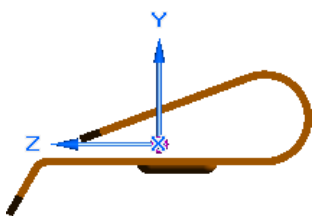
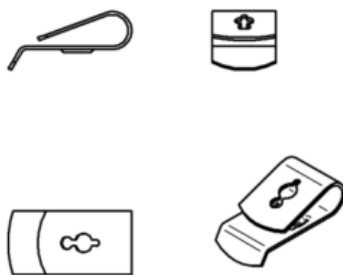

图 6.3.8 定义视图方位
图 6.3.9 创建基本视图
(1) 单击 **图纸视图** 区域的“视图向导”按钮 ，系统弹出“选择模型”对话框。在 **查找范围 (F)** 下拉列表中选择目录 **D:\sest4.12\work\ch06\ch06.03**，然后选择“roll_ruler_hip_ok.psm”模型，单击 **打开 (O)** 按钮。
(2) 在系统弹出“图纸视图创建向导”对话框中单击 **下一步 (N) >** 按钮，然后单击 **定制 (C)...** 按钮，采用图 6.3.8 所示的方位，单击 **关闭** 按钮。
(3) 在“图纸视图创建向导”对话框 **图纸视图布局** 区域确认  按钮、 按钮、 按钮和  按钮处于按下状态，然后单击 **完成 (F)** 按钮。
(4) 在“视图向导”命令条中 **2:1** 的下拉列表中选择 **1:1**。将鼠标放在图形区，会出现视图的预览，选择合适的放置位置单击以生成基本视图，然后将视图的位置进行调整，结果如图 6.3.9 所示。